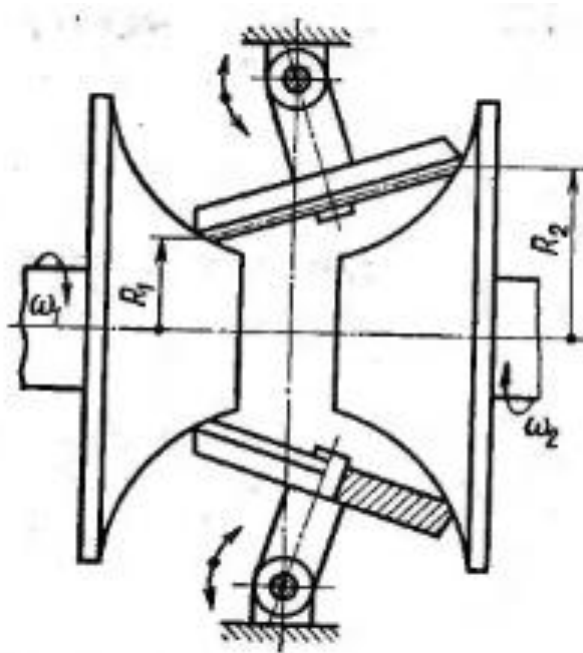

Рисунок 9 Схема торового вариатора
1. Ознакомится с заданием рисунок 9.